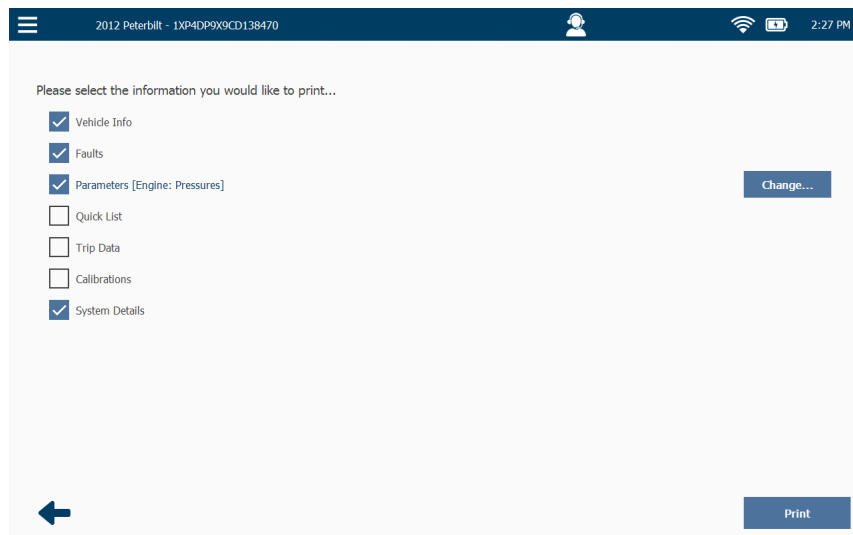

Figura 4.46 Pantalla Information Selection Updated
- 17** La pantalla **Information Selection** se muestra nuevamente (Figura 4.46).